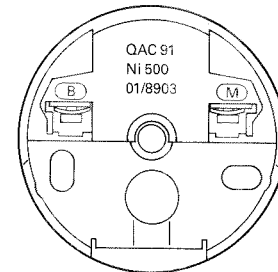

Abb. 3.6
3. Anschlußleitung an die Klemmen „B“ und „M“ anschließen (Abb. 3.6).